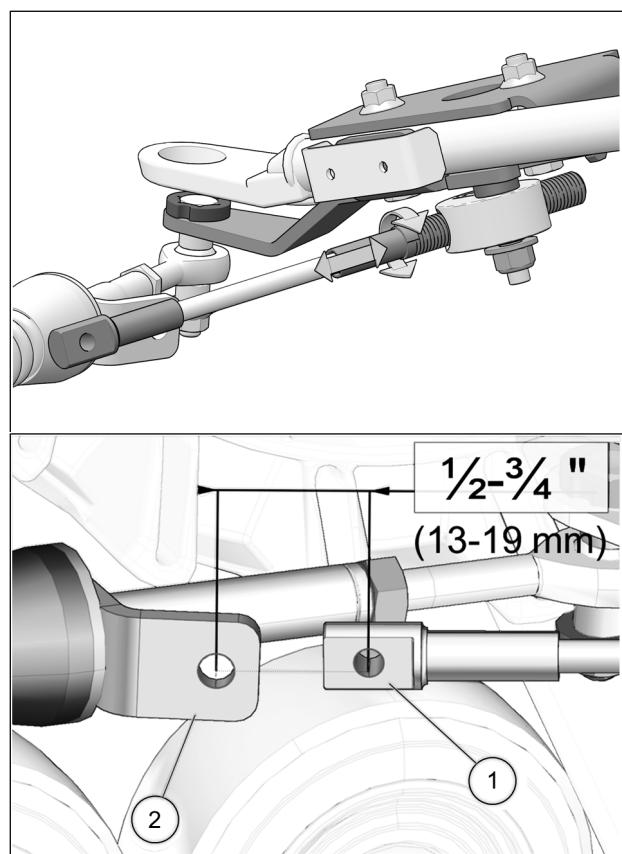

Fig. 23
13. Turn the vehicle's steering wheel to its maximum point of travel on the left. While maintaining pressure on the steering wheel, turn threaded rod to adjust length of cable so that the cable end hole (**1**) is located 13 to 19 mm [ $\frac{1}{2}$  to  $\frac{3}{4}$  in.] short of the mounting hole on the support plate (**2**). See Fig. 23
13. Tourner le volant du véhicule au maximum de la course du côté gauche. En maintenant une pression au volant, ajuster le câble (en visasant ou dévisasant au besoin), ajuster le câble (en visasant ou dévisasant pour ajuster la longueur), afin d'obtenir une distance de 13-19 mm [ $\frac{1}{2}$  -  $\frac{3}{4}$  po] du centre de l'extrémité du câble (1) au centre de l'extrémité du support de fixation (2). Voir la Fig. 23.